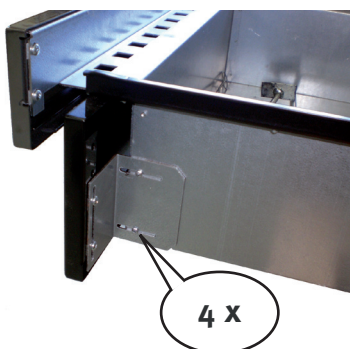

Bild 9
- ⇒ Die Brennstofflade herausziehen, die Blendenbefestigungsschrauben lockern (Bild 9) und gewünschten Sockelrücksp rung einstellen, Schrauben wieder festschrauben.